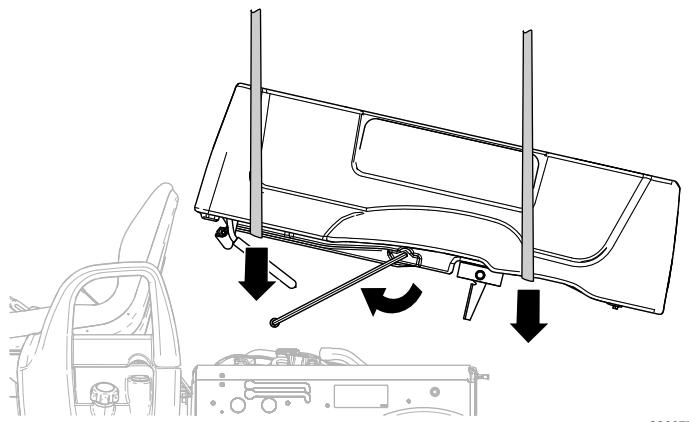
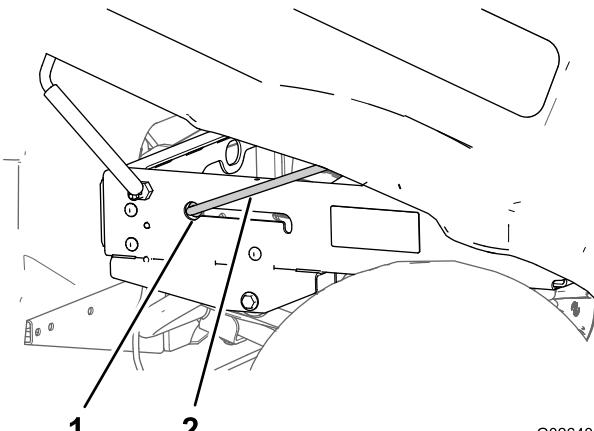

図 13
図 14
- ヒンジブラケットアセンブリと支え棒が下になるように荷台を裏返しにする図 13。
- 荷台の前後にホイストなどの昇降装置を使って荷台を吊り上げ、ヒンジブラケットアセンブリを後ろ側にむけて、車体に装着できるように位置合わせを行う図 13。
- 支え棒の短い方の脚が左フレームのチャネルのスロットまたは支え棒ブラケットのスロットのディテントスロットにそろいうように、昇降装置の高さおよび位置を調整する図 13。
- 支え棒を前に倒し、短い方の脚をキーディテントスロットに入れる図 13と図 14。
- 荷台と支持棒を後ろにずらして、ヒンジブラケットアセンブリを後フレームのチャネルに整列させる図 14。